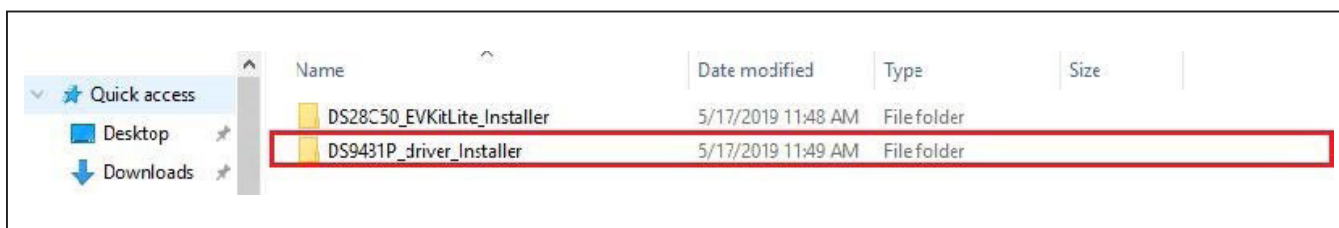

Figure 1. File Viewer with DS28C50 Installer and DS9481 Device Driver Installer
- a) Open folder **DS9481_driver_installer** (Figure 1).